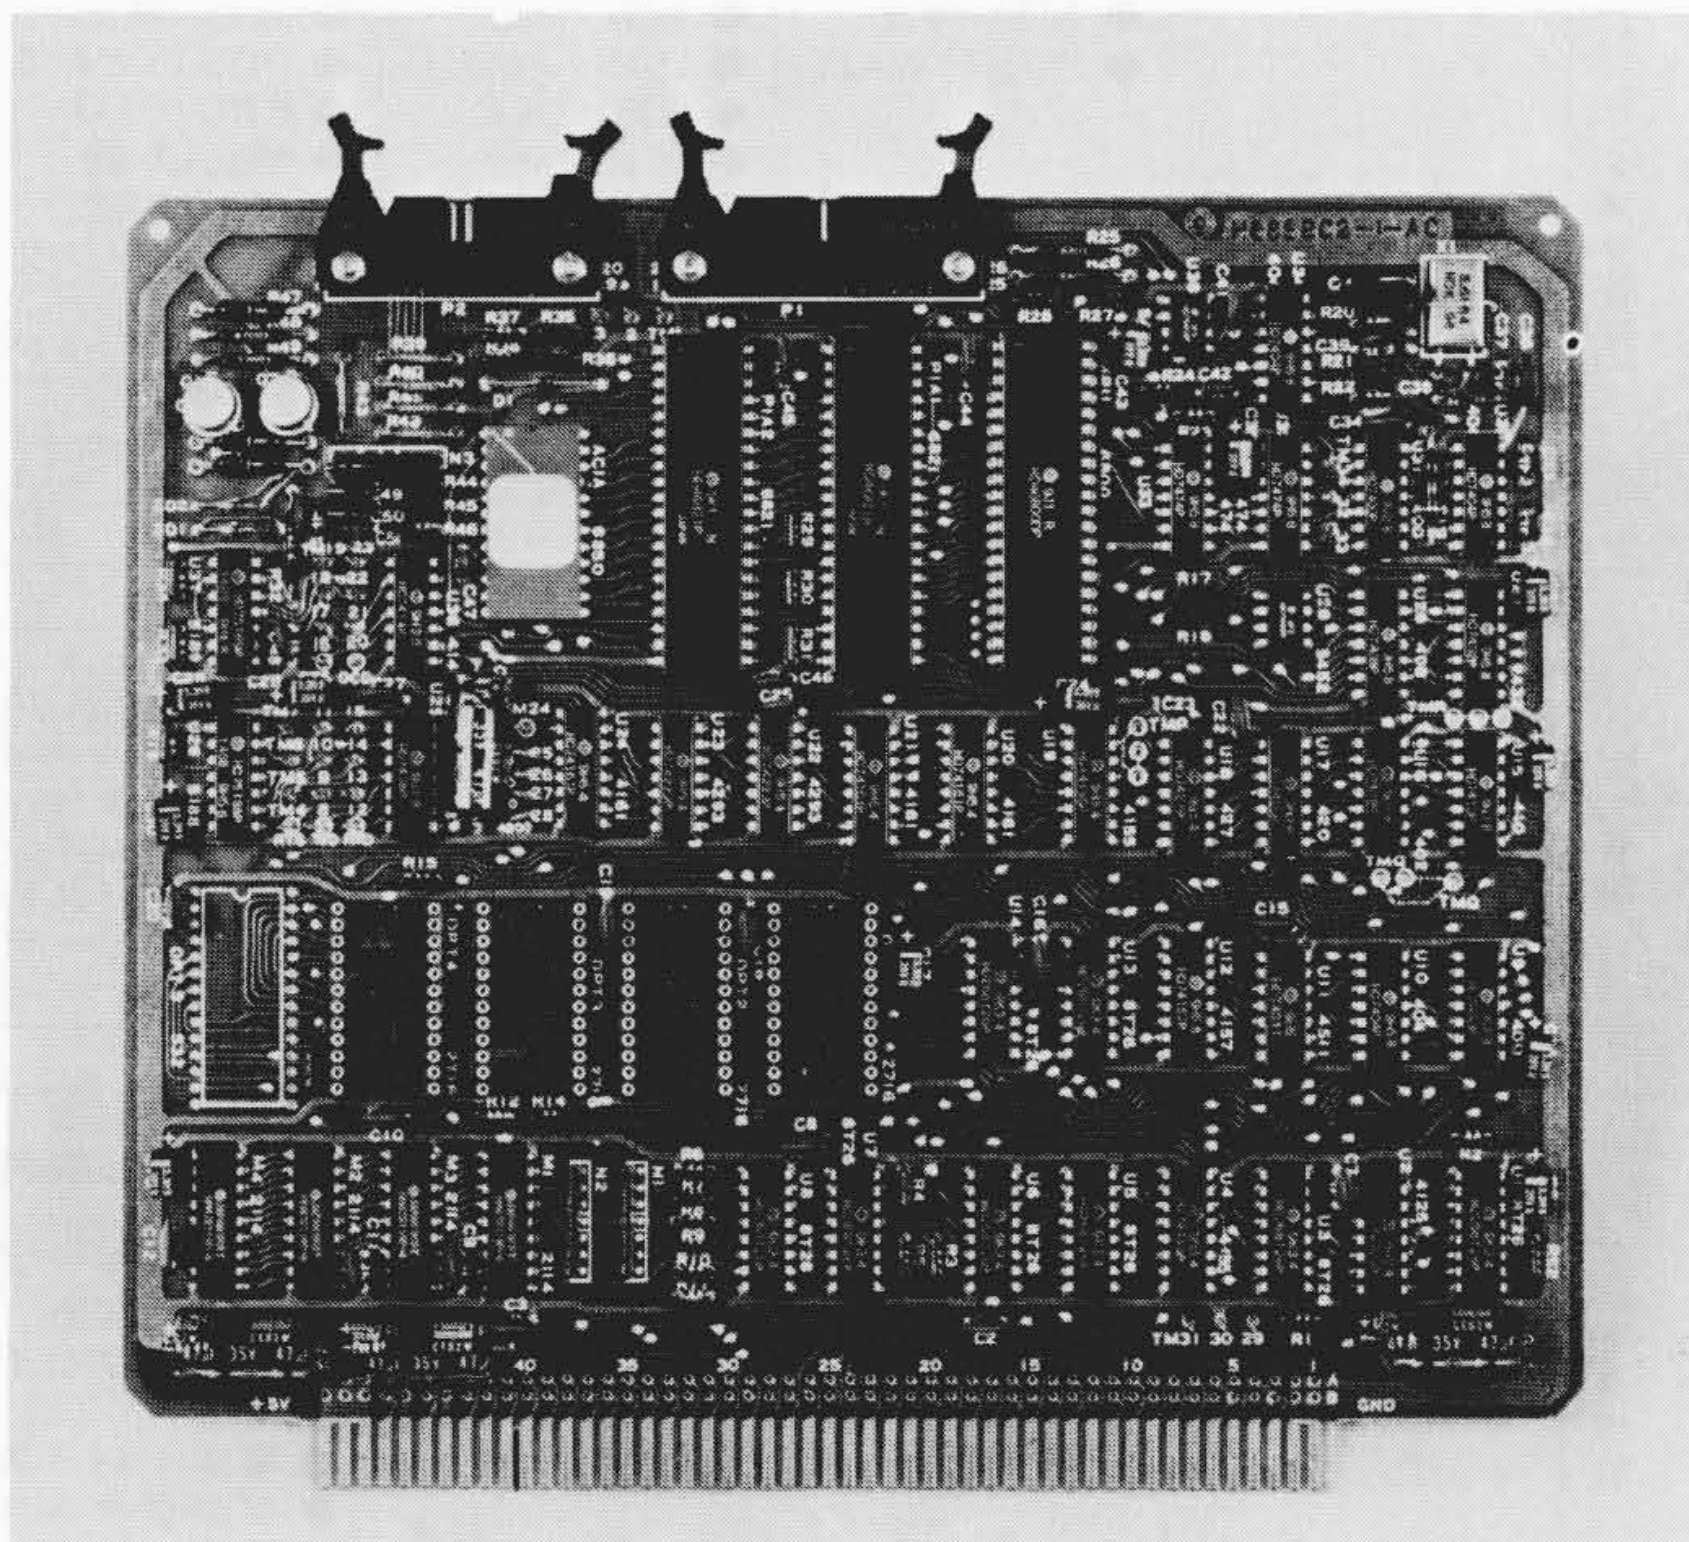

図1 シングルボードコンピュータ(H68SB02-1) HD6800を搭載したシングルボードコンピュータを示す。
- (1) オブジェクトプログラムがROMで提供されており、ユーザーはその内部構造に立ち入らなくても容易に利用することができる。これによってユーザーは、OSを開発する必要がなく、ソフトウェア開発の労力が軽減される。RMSを格納したROMは、通常シングルボードコンピュータ(図1)上に実装されて使用される。
- (2) 割込みや入出力装置など、ユーザーシステムによって異なるハードウェア構成は、ユーザーエリア内でテーブルの形で定義するだけでよく、ハードウェアに対する適応性が高く、拡張や仕様変更に対しても容易に対処が可能である。